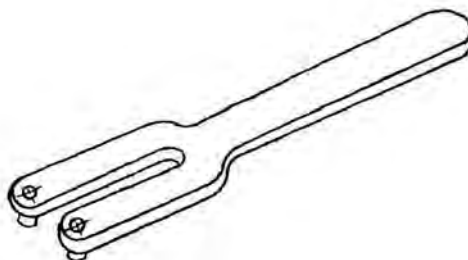

Рис. 31. Вилка подкладная
**Вилкой подкладной** (рис. 31) свинчивают и развинчивают водоподъемные штанги, а также удерживают их при монтаже насосной колонки на колонне шнеков. Зев вилки соответствует размеру между лысками на муфте и хвостовике водоподъемных штанг. При опускании штанг в шнековую колонну вилка устанавливается на торце шнека бобышками вниз.